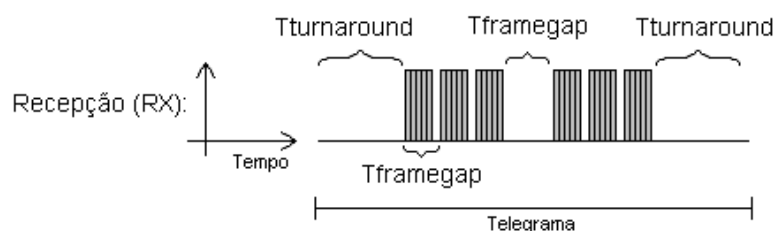

Figura 3.3: Recepción de datos BACnet
**Recepción (RX):** El tiempo máximo entre cada byte ( $T_{framegap}$ ) es de 20 bit times. El tiempo mínimo entre frames ( $T_{turnaround}$ ) luego del “stop bit” del último byte del frame es de 40 bit times, conforme presenta la Figura 3.3.
**Transmisión (TX):** la señal RTS debe ser deshabilitada luego del ( $T_{postdrive}$ ) 15 bit times después del envío del stop bit.